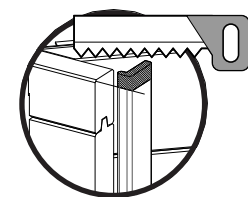

Fig. 5 / Abb. 5 / Afb. 5
- Position the L trimming on the ends of the boards. • Cut off the excess part of the trimming according to the height of the pool if necessary (figure 5).
- Présentez le cache L sur les extrémités des madriers. • Coupez l'excédent de cache selon la hauteur du bassin si nécessaire (figure 5).
- Legen Sie die Zierleiste L auf die Enden der Bretter. • Falls erforderlich, schneiden Sie das, was von der Zierleiste übersteht, je nach Höhe des Beckens (Abb. 5) ab. • Befestigen Sie die Zierleiste L mit Hilfe von 3 Schrauben 4 x 60 gleichmäßig auf der Höhe (Abb. 6).
- Plaats sierlijst L op de uiteinden van de planken. • Indien nodig, overtollige stukken van de sierlijst afsnijden, afhankelijk van de hoogte van het bassin (afbeelding 5).